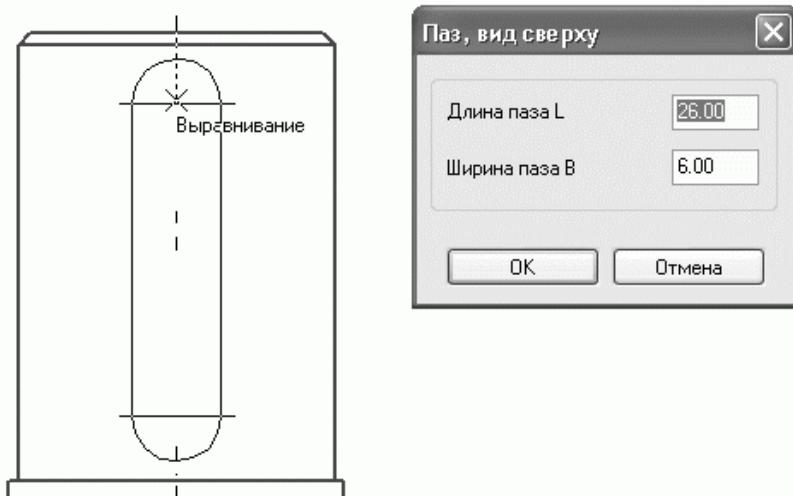

Рис. 2.99. Построение изображения шпонки (шпоночного паза) средствами КОМПАС
6. Осталось добавить изображения шпонок. Можно создать их собственноручно или использовать для этого стандартные средства КОМПАС. Запустите менеджер библиотек и раскройте в нем раздел Прочие. Дважды щелкните на строке Прикладная библиотека КОМПАС в правой части менеджера, перейдите в раздел ГЕОМЕТРИЧЕСКИЕ ФИГУРЫ и двойным щелчком выберите элемент Паз, вид сверху. В появившемся окне задайте длину и ширину паза, затем нажмите кнопку OK и разместите паз на чертеже (рис. 2.99). Размеры шпонки на выходном участке вала ($b = 6$ мм, $h = 26$ мм, $t = 12$ мм). Создайте еще одно изображение шпонки на этом же валу для соединения его с зубчатым колесом. Ее размеры – 110 ? 22 ? 14. Размеры шпонок приведены к стандартным и определены в результате расчета шпоночных соединений.